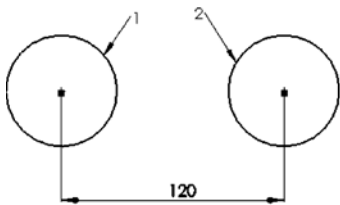

图 2-99 两圆弧之间的线性尺寸
标注直线段长度的方法比较简单, 在标注模式下直接用鼠标单击直线段, 然后拖动鼠标即可, 在此不再赘述。下面以标注图 2-99 所示两圆弧之间的距离为例, 说明线性尺寸的标注方法。
2) 设置标注实体。单击图 2-99 中圆弧 1 上的任意位置, 然后单击圆弧 2 上的任意位置, 此时视图中出现标注的尺寸。